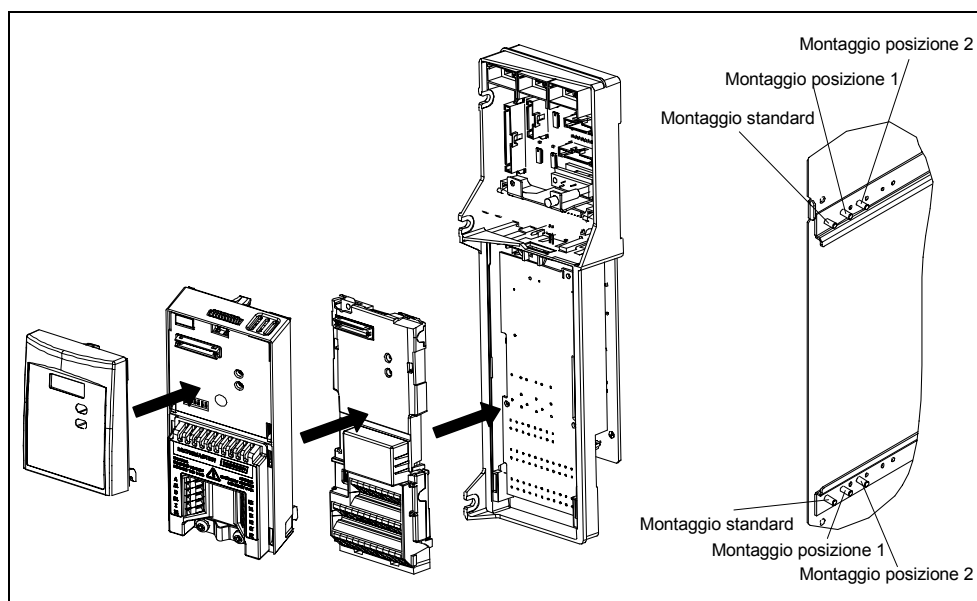

Figura 2-7 Opzionali per il box elettronico
- Avvitare saldamente il box elettronico della corretta posizione di montaggio corrispondentemente alla Figura 2-7.